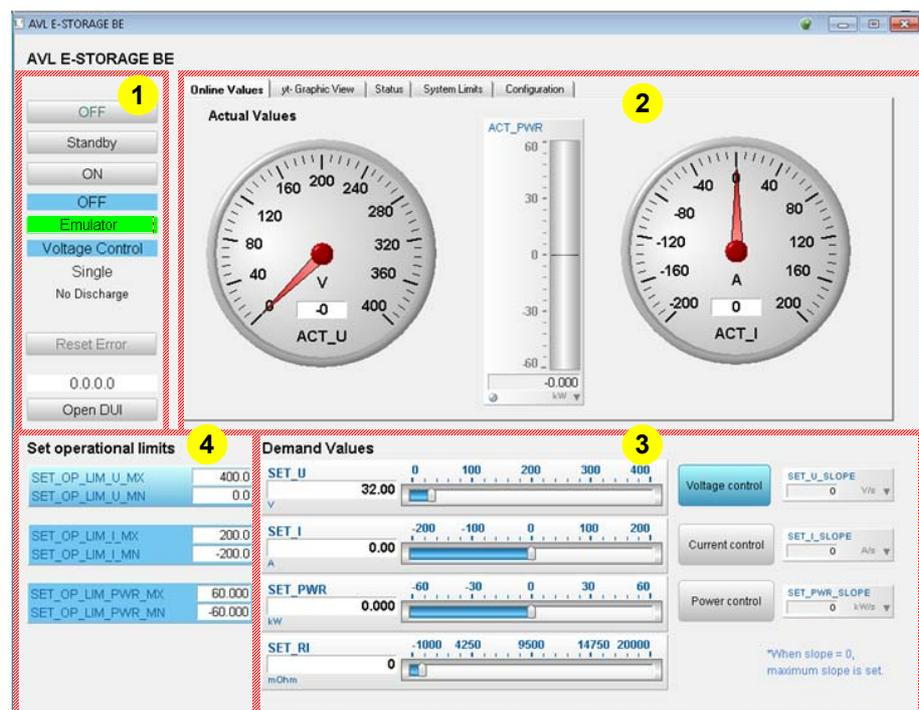

Abb. 48 POI-Fenster: E-STORAGE BE
Das POI-Fenster **AVL E-STORAGE BE** wird angezeigt, siehe *Abb. 48* auf Seite 99.
7. Drücken Sie die Schaltfläche ON (1), um die Steuerung des E-STORAGE Systems durch PUMA Open zu starten, siehe *Abb. 48* auf Seite 99.